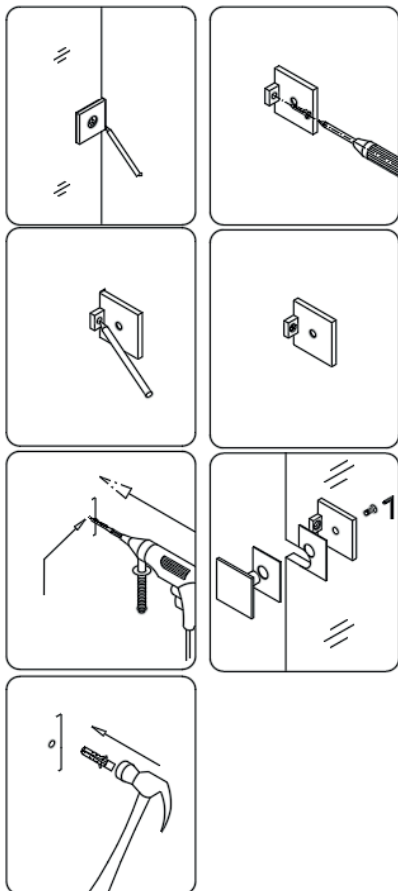

Рис. 3
1. Выньте **Стационарное стекло (01)** и **Стационарное стекло (02)**. Прикрепите **Кронштейны (05)** на оба стекла и двигайте стекла напротив стен вертикально. Отметьте позиции Кронштейнов на стене и наметьте отверстия, которые должны быть просверлены. Снимите стекла и просверлите отверстия, вставьте Дюбели, вставьте винты в отверстия, используя **Винты с полукруглой головкой ST4.2 Ч 25 (08)**. Поднимите Стекла на поддон снова и закрепите их с помощью кронштейнов. См рис. 3 для подробной информации.